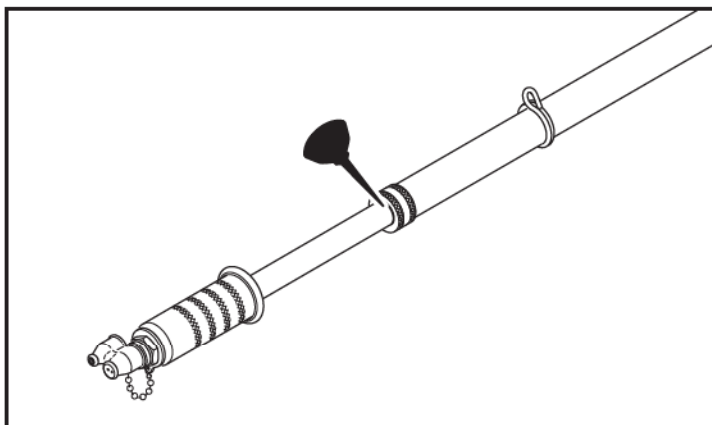

Figure 9. Lubrification de la pompe
2. Appliquez quelques gouttes d'huile légère ou de la graisse sur l'écrou de presse-garniture pour faciliter le fonctionnement de la pompe. Voir la figure 9.